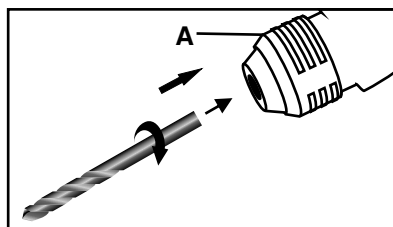

Рис. 3
- сдвиньте по стрелке и удерживайте обойму патрона **A** (рис. 3);